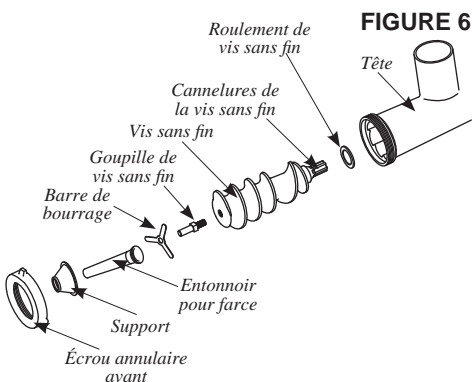

FIGURE 6
3. Insérer la **vis sans fin**, avec le **roulement de la vis sans fin** fixé sur la **tête** (Figure 6). Aligner les **cannelures de la vis sans fin** à l'arbre d'entraînement du hachoir.